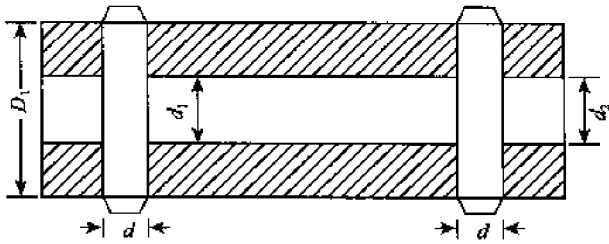

图 2-51
7. 一外径 $D_1=50\text{mm}$, 内径 $d_1=25\text{mm}$ 的铜管套在直径 $d_2=25\text{mm}$ 的钢杆之外, 两端用直径为 $d=12\text{mm}$ 的销钉连接, 如图 2-51 所示。铜和钢的弹性模量分别为 $E_1=105\text{GPa}$, $E_2=210\text{GPa}$, 线膨胀系数分别为 $\alpha_1=17\times 10^{-6}/^\circ\text{C}$, $\alpha_2=11\times 10^{-6}/^\circ\text{C}$ 。设室温时, 组合件没应力。试求当整个组合件的温度升高 50°C 时销钉内的剪应力。